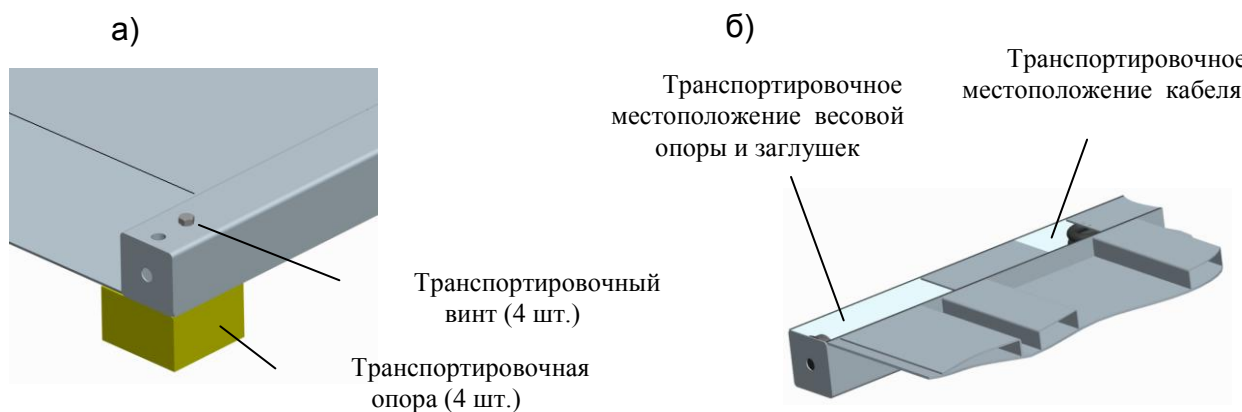

Рис. 5.2 - Распаковка модуля
5.2.1 Распакуйте модуль. Вывинтите транспортировочные винты, удалите транспортировочные опоры (Рис. 5.2а).
5.2.2 Переверните модуль. Извлеките из модуля весовые опоры, заглушки и кабель (Рис. 5.2б). Вкрутите весовые опоры в весоизмерительные датчики.